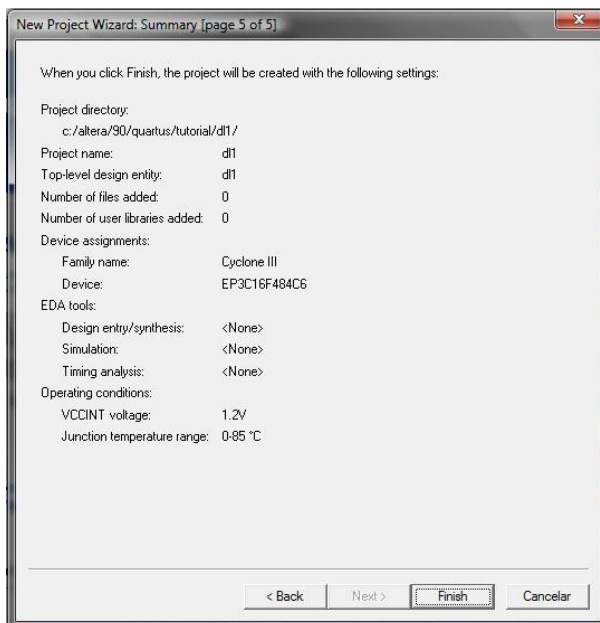

Figura 5
5. Al final vemos un resumen de las opciones elegidas. Ver Figura 5.